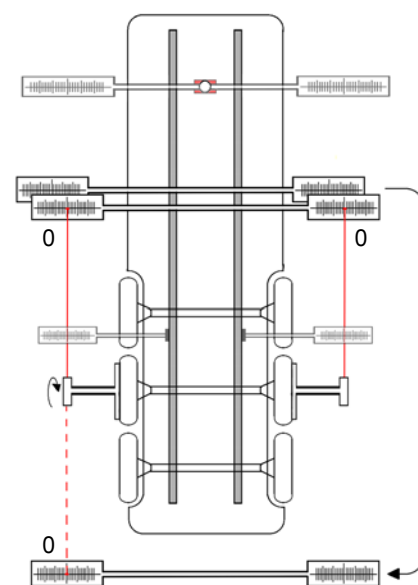

Fig. 8
- A questo punto disporre una scala sul segno dell'asse da misurare (fig. 8)